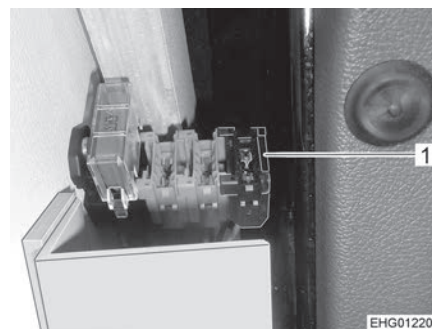

Bild 169 Sicherungshalter bei
- Sicherung am Sicherungshalter (Bild 169,1) wechseln.